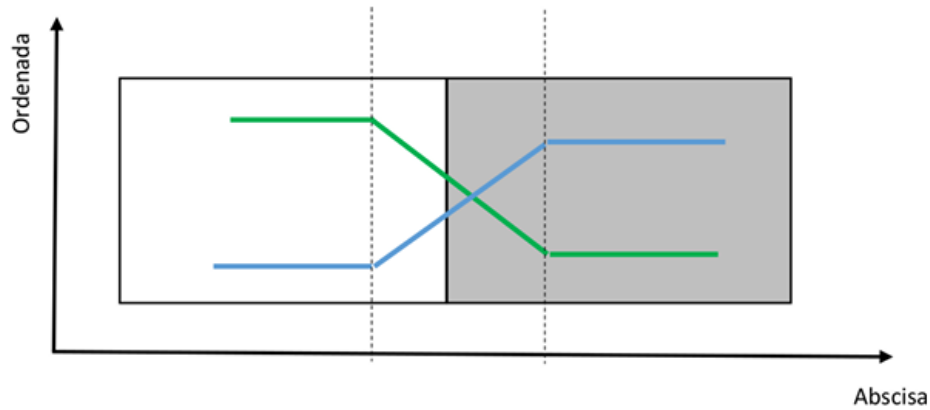

Figura 9: Problema 3
4. Un material semiconductor está formado principalmente de silicio pero que ha sido dopado en una parte con moléculas de Boro (parte gris de la Figura 9) con una concentración de 10^{16} cm^{-3} y dopado con partículas de fósforo con una concentración de 10^{17} cm^{-3} (parte blanca de la Figura 9). Recuerde que el silicio tiene una concentración intrínseca de $n_i = 10^{10} \text{ cm}^{-3}$ cuando este material se encuentra operando a una temperatura de 293°K .